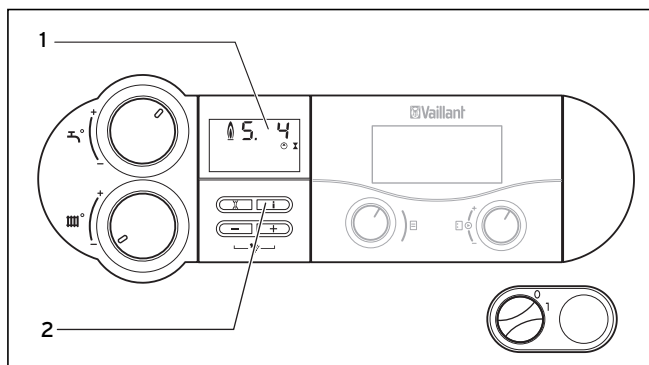

Fig. 6.11 Statusvisninger
- Aktivér statusvisningerne ved at trykke på tasten "i" (2) (Fig. 6.11).
På displayet (1) (Fig. 6.11) vises nu den pågældende sta-
ke på tasten "i" (2) (Fig 6.11) en gang til.